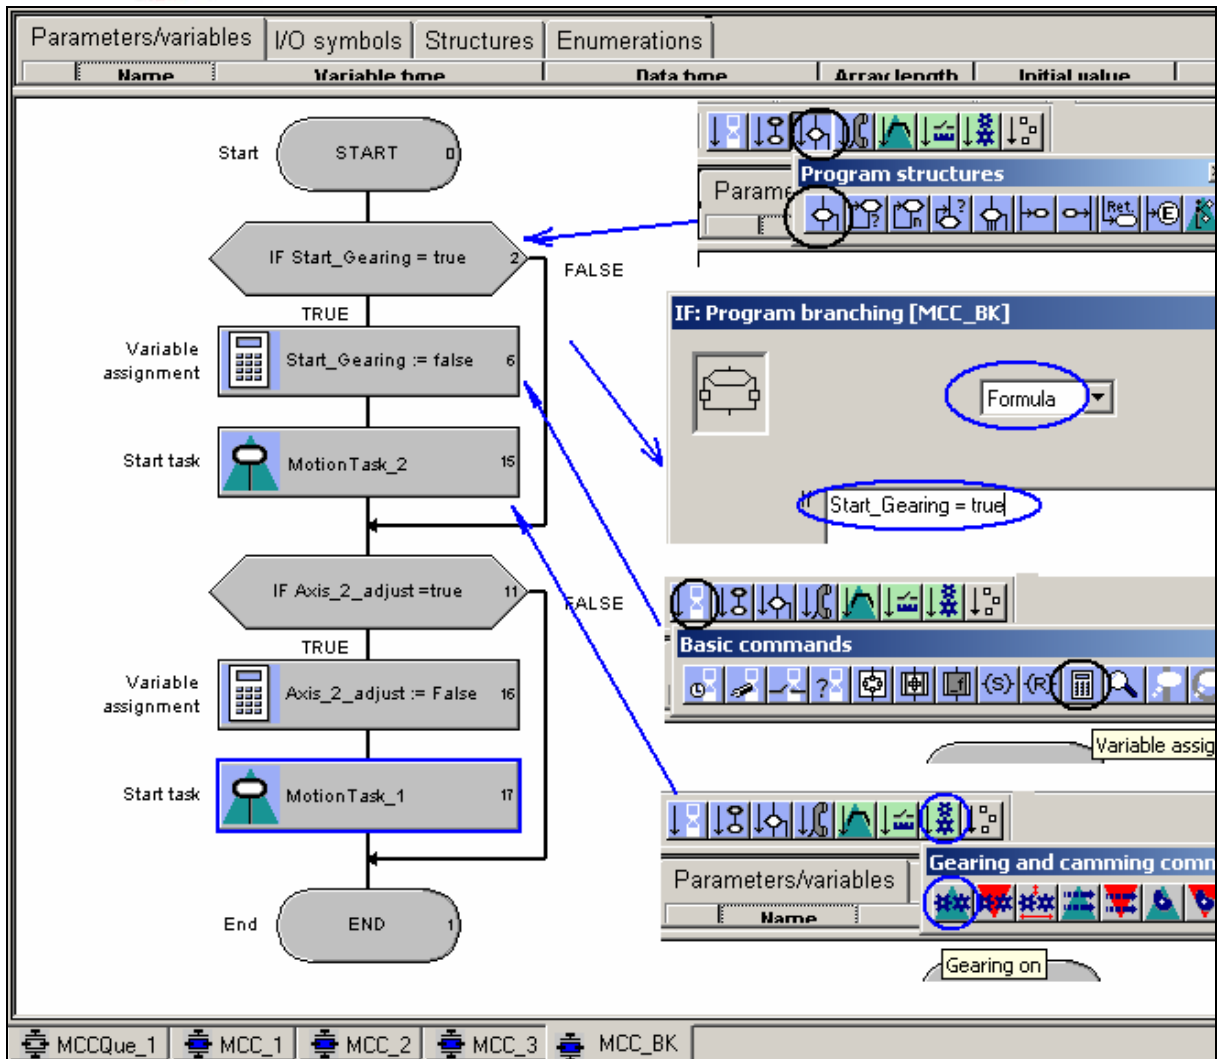

图. 57
②编写“MMC_BK”。如图 57，左侧为编好的结果，右侧为指令选择和参数设置的示意。